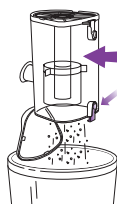

Fig. 22
- 3 Au besoin, retournez le récipient à poussière au-dessus de la corbeille et appuyez sur le bouton de dégagement de la porte supérieure. **(Fig. 22)** Frappez doucement pour vider le contenu.